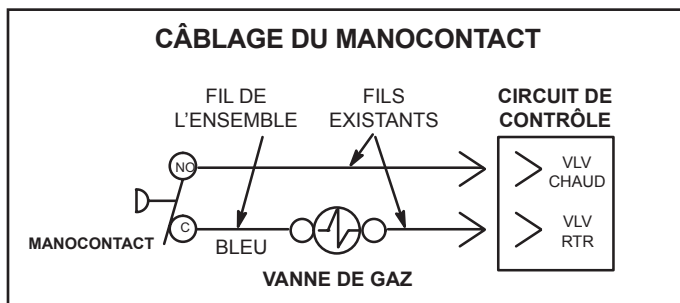

Figure 9
- 1 - Connecter l'extrémité isolée du fil bleu (fourni) à la borne « C » (commun) du manostat. Connecter l'autre extrémité du fil bleu à la borne de la vanne de gaz. Connecter le fil bleu venant du circuit de contrôle à la borne « NO » du manostat. Reconnecter le fil jaune venant du circuit de contrôle à l'autre borne de la vanne de gaz. Voir Figure 9.